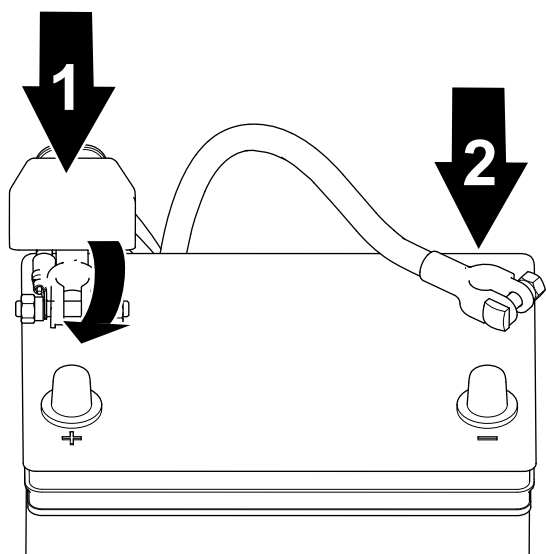

Figura 35
1. Conectați cablul pozitiv la baterie și strângeți piulia clemei bateriei (Figura 35).
2. Conectai cablul negativ la baterie i strângei piulia clemei bateriei (Figura 35).